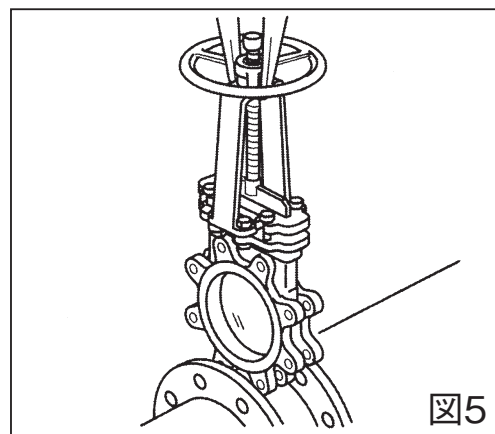

図5
K. 配管作業において、バルブを吊り下げる場合はバルブの首部を傷つけない様にナイロンリング等でバランスを確認のうえ、吊り下げてください。駆動部を吊り下げるのは危険ですので絶対に避けてください。また吊荷の下に入らないでください。(図5)